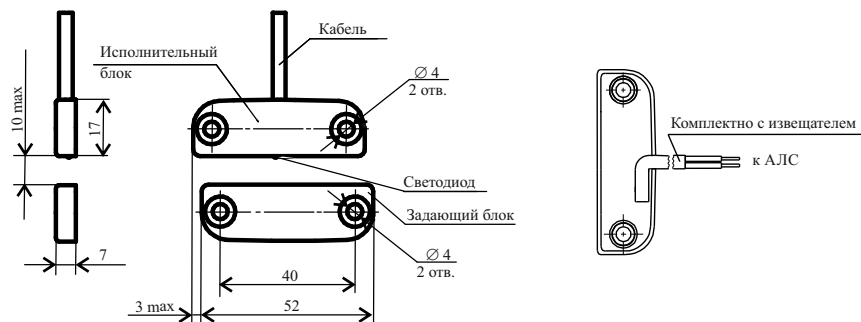

Рисунок 1
4.3.2 Крепление извещателя (рисунок 1) производится в верхней части блокируемого элемента, исполнительный блок устанавливается на неподвижной части блокируемого элемента, а задающий блок – на подвижной части.